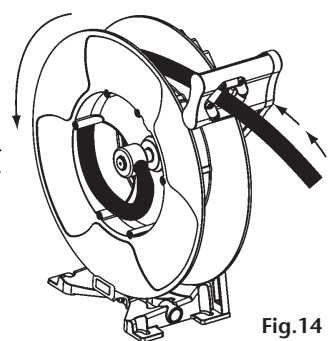

Fig.14
3. Gently pull the hose, it will be automatically rewound (fig. 14).
3. Gently pull the hose, the hose is automatically rewound (fig. 14).
3. Tire suavemente de la manguera hasta que quede liberada del trinquete y se recoja por si misma (fig. 14).
3. Tirer doucement sur le flexible pour le libérer du cliquet et accompagner jusqu'à ce qu'il soit complètement rembobiné (fig. 14).